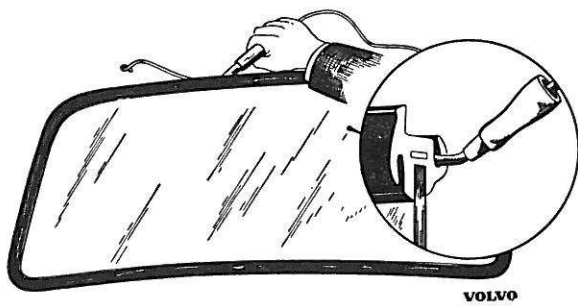

Figure 47. Pose du cordon dans le joint caoutchouc
3. Poser un cordon (de préférence en térylène), dans la rainure du joint caoutchouc pour le bord de la tôle, en commençant par le milieu du côté supérieur (figure 47).
2. Poser un cordon (de préférence en térylène) dans la rainure du joint caoutchouc pour le bord de la tôle, en commençant par le milieu du côté supérieur (figure 47).